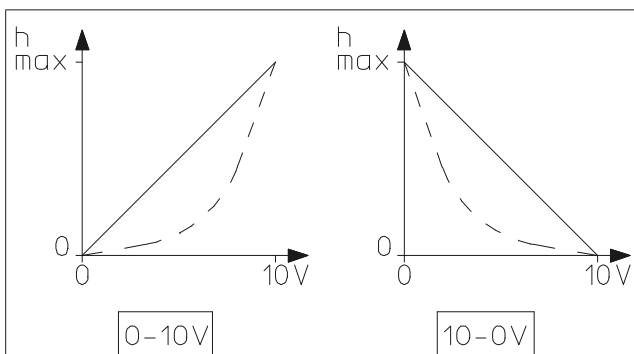

Fig. 5 : Inversion courbes de fonctionnement de l'interrupteur DIP 7
| (7) | ON = 10 V- 0 V                                                  | OFF = 0 V - 10 Vvoir Fig. 5 en page 9                                                                   |